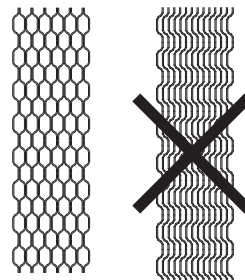

Fig.10
- Bei korrekter Ausrichtung der Platten bildet der Stapel eine „Wabenform“ (Abb. 10).